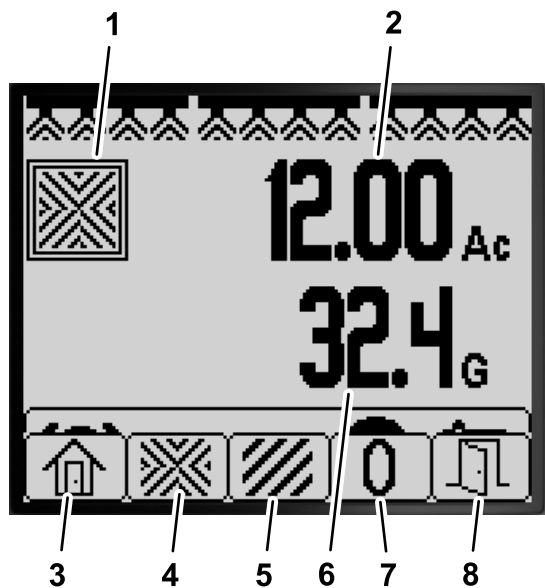

图 76
1. 在主屏幕上点按任何按钮均可打开菜单栏 图 75 和 图 76。
2. 按 2 号按钮可打开 Total Area 总面积屏幕 图 76。
3. 使用 InfoCenter 信息中心按钮 图 76 可执行以下操作